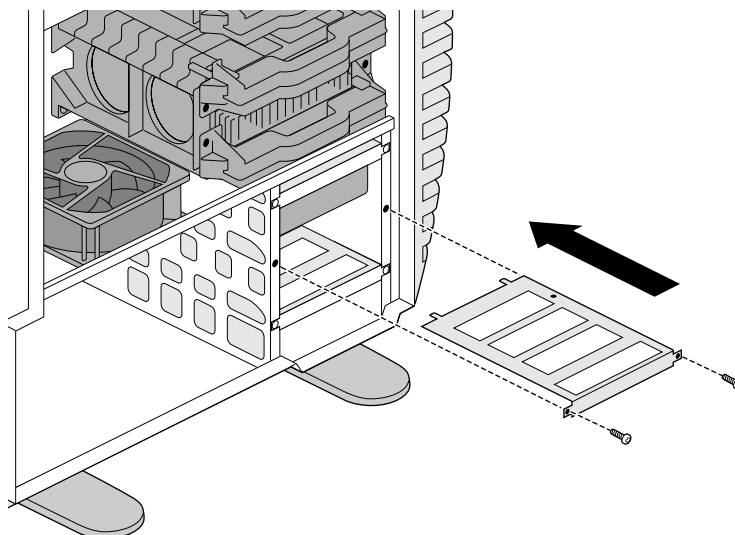

Figura 4-20 Inserindo o trilho de montagem da unidade
- Para recolocar o trilho de montagem da unidade sem uma unidade afixada, insira o trilho no compartimento vazio, como mostrado na Figura 4-20.